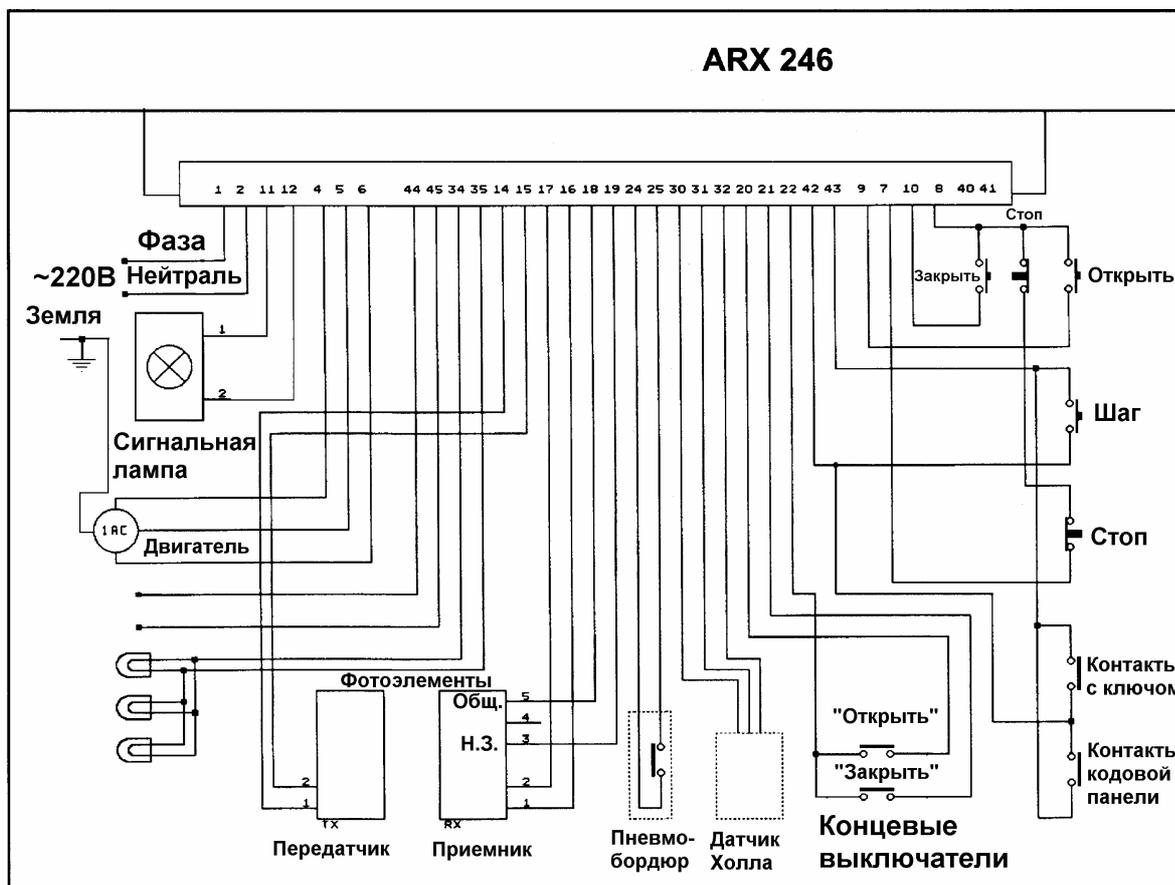

Рис. 2 Состав блока управления.
- Выполните все электрические соединения в соответствии с рис.2 Отключите фотоэлементы (при их наличии), установив вместо них перемычки, отключите радиоуправление;